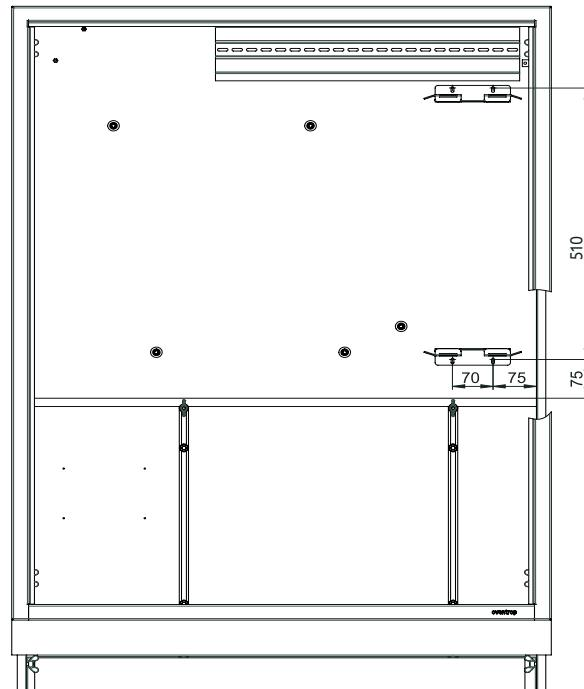
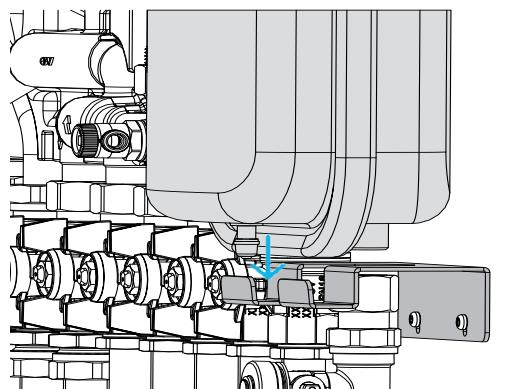

Fig. 11: Poziția găurilor perforate în cutie
Fig. 12: Poziția de montaj a suportului inferior al vasului de expansiune cu membrană în cutia de montaj
- 9** Înșurubați suportul inferior (vezi fig. 1 de la pag. 5 (12) pentru vasul de expansiune cu membrană în cutia de montaj. Amplasați suportul inferior în zona marcată din fig. 12. Pentru aceasta, folosiți șuruburile autofiletante incluse. Dacă nu există încă găuri în cutia de montaj, perforați-le folosind un burghiu de 1,2 mm. Fig. 11 vă indică pozițiile găurilor perforate în cutie.